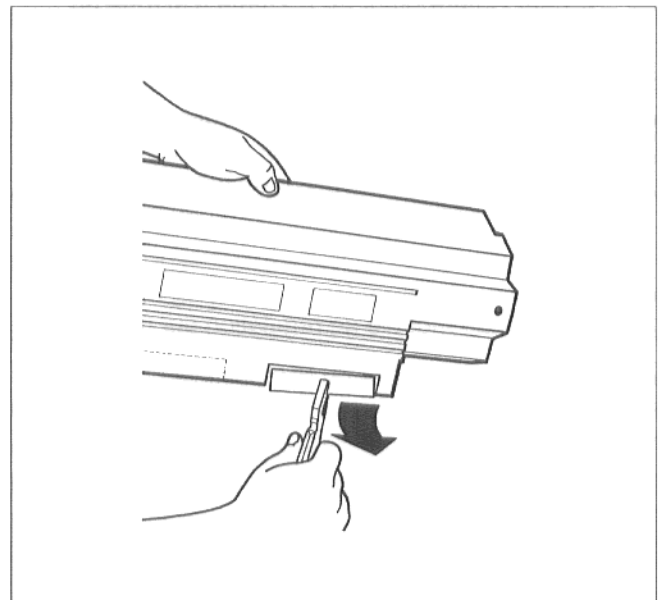

Fig. 54
- Casser la partie enfonçable qui se trouve sur la paroi arrière de la conduite de câbles (Fig. 54).